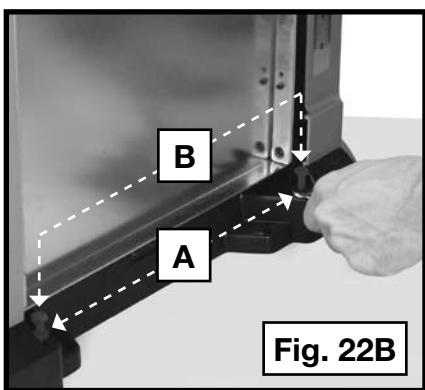

Fig. 22B
4. Le cas contraire, desserrer les contre-écrous (A), fig. 22B, des vis de réglage en hauteur de la table (B). Hauser ou abaisser les vis pour obtenir la bonne hauteur de table.